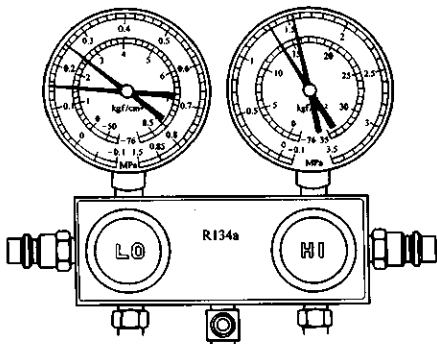

图 5-5 多用测量表
空调系统故障的检查一般采用多用测量表，如图 5-5 所示。图中，左表示值为低压端压力，右表示值为高压端压力。正常情况下，低压端压力为 0.15~0.20MPa，高压端压力为 1.42~1.47MPa。检测时应注意：①发动机预热，达正常工作温度；②空气入口处的温度为 30~35°C；③发动机转速为 1500r/min；④鼓风机速度置于高档；⑤温度控制置于最冷；⑥置于“重复循环”位置。